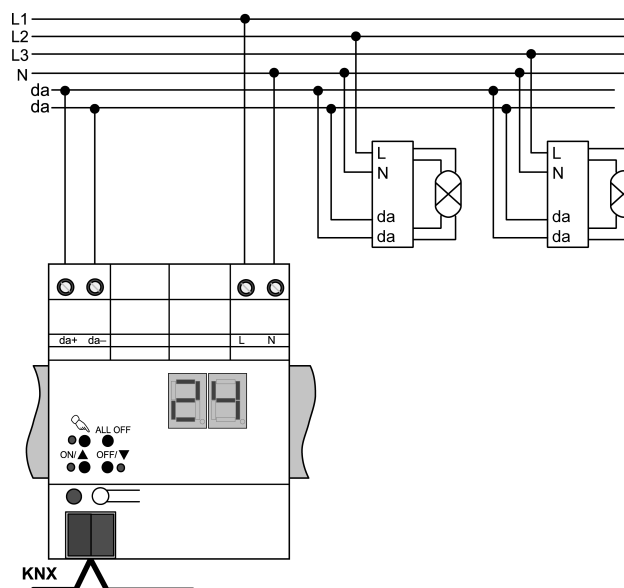

рисунок 2
- Подключите прибор, как показано на примере (рисунок 2).